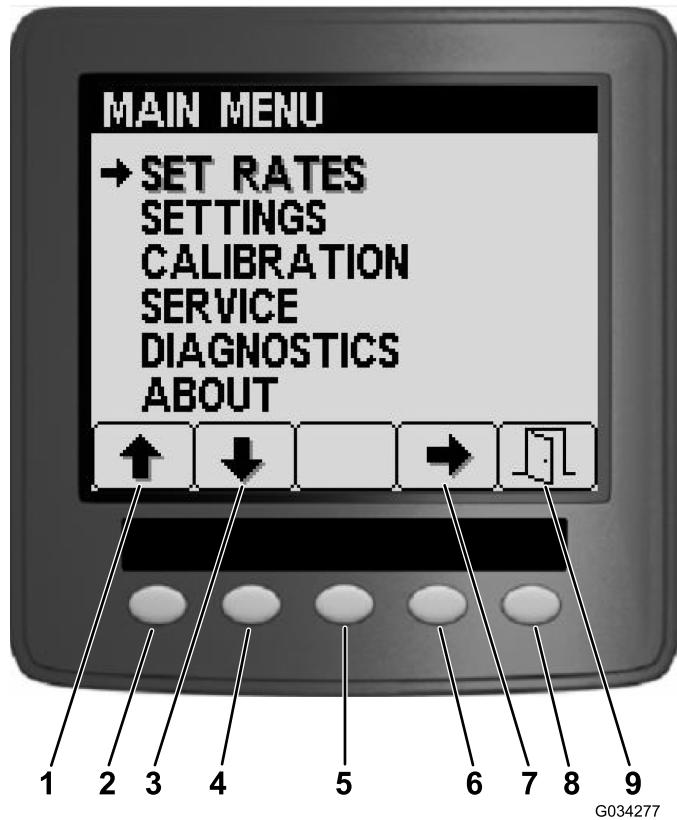
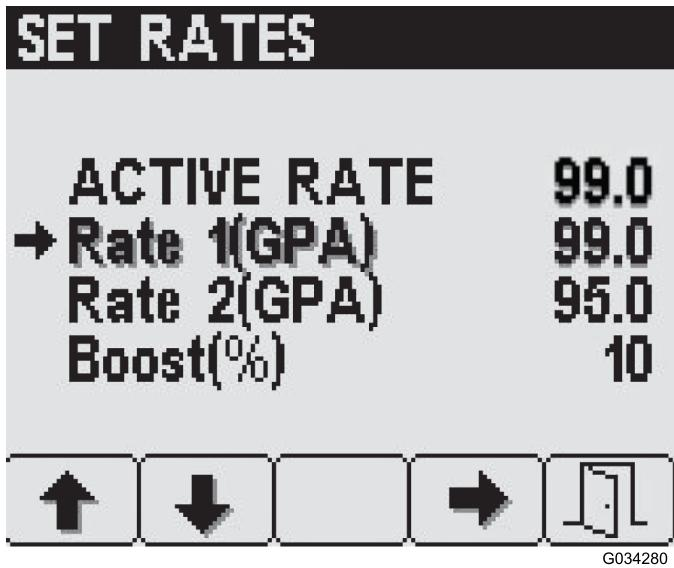
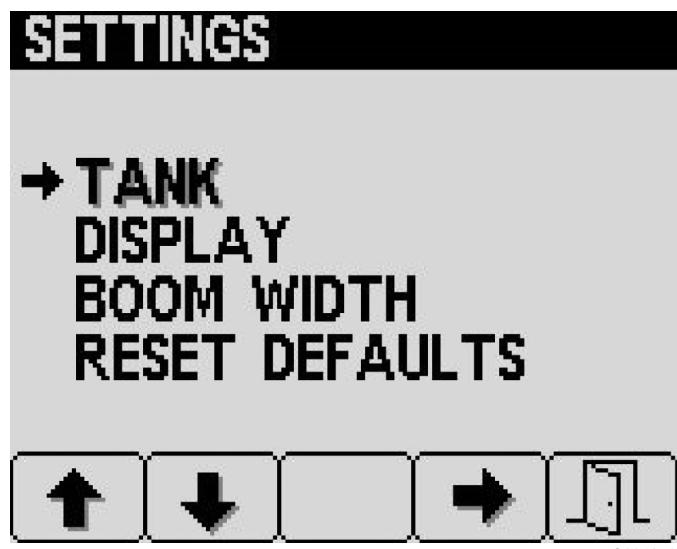

Figura 6
Figura 7
Figura 9
A partir do ecrã do menu principal, pode aceder ao ecrã para definir taxas, ao ecrã de definições, ao ecrã de calibração, ao ecrã de assistência, ao ecrã de diagnóstico ou ao ecrã sobre (Figura 6).
Para aceder ao ecrã para definir taxas, prima o botão 2 no ecrã do menu principal (Figura 6) até chegar à opção de definir taxas e prima o botão 4 para selecionar (Figura 7).
1. Prima o botão 1 ou 2 até obter a taxa ou percentagem de taxa de aumento pretendida (Figura 7).
Para aceder ao ecrã de definições, prima o botão 2 no ecrã do menu principal (Figura 6) até chegar à opção de definições e prima o botão 4 para selecionar (Figura 9).
1. Prima o botão 4 no ecrã de definições para selecionar as definições do depósito (Figura 9).
1. Prima o botão 2 no ecrã de definições até chegar à opção de definições do ecrã e depois prima o botão 4 para selecionar a opção de ecrã (Figura 9).
As definições da largura da rampa são previamente preenchidas na fábrica (Figura 9).